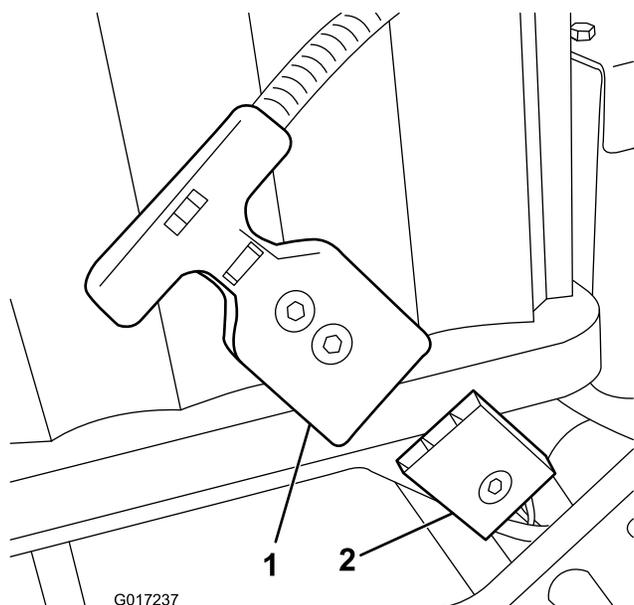

Figura 13
Nota: Qualora risulti impossibile far combaciare la presa del pacco batteria con la spina di cablaggio della macchina mentre il pacco batteria è installato, collegate invece il cablaggio al pacco batteria e quindi installate il pacco batteria. Rimuovete il connettore dell'alimentazione principale (Figura 13) dalla base della batteria. Montate il connettore sulla batteria come indicato. Installate la batteria sulla base, inserendo il
15. Collegate il connettore della maniglia a T del cablaggio principale con il connettore dell'alimentazione principale sulla base della batteria (Figura 13).